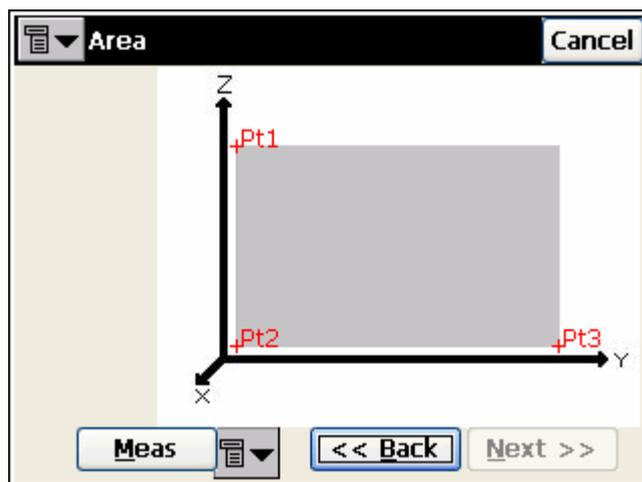

Рисунок 6-54. Выберите область
- Выберите область сканирования. Если начальная и конечная точки уже измерены, их можно выбрать из Списка Точек или на Карте, в противном случае следует их измерить (рис. 6-54 на стр. 6-40). По окончании этого процесса щелкните **Next (Далее)**.